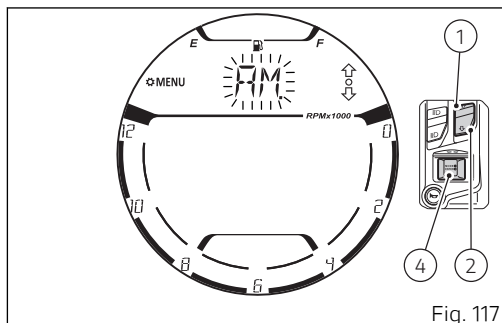

Fig. 117
El primer parámetro que se puede modificar es AM / PM. Se visualiza de manera parpadeante el dato actualmente configurado (Fig. 117). Con los pulsadores (1) y (2) se pueden seleccionar los valores "AM" y "PM".